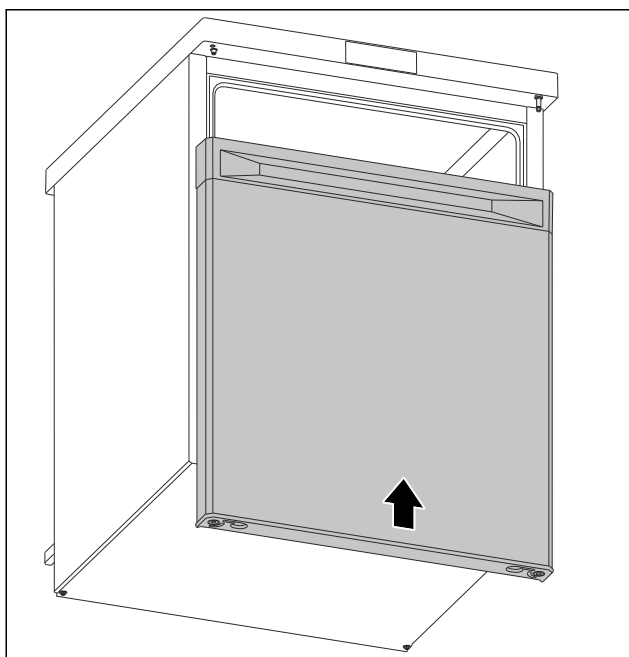

Fig. 13
- Deslizar la puerta sobre el perno superior cuando esté cerrada. (consulte Fig. 13)